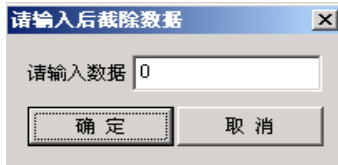

图 1-12 后截除参数设置对话框
- 8、后截除：将波形后面多少个点去掉，后截除应在桩底之后。可以直接在编辑框中输入，如图 1-12 所示。也可以在图形区中用鼠标设置。需要注意的是，每次设置的后截除的点数是从原始波形最后一个点算起，相互之间没有关系。